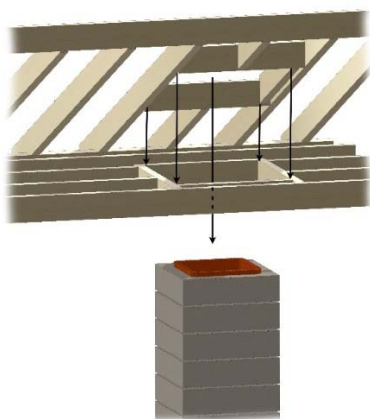

Figura 25. Penetración en el techo
C. Mida hacia todos los lados del clavo y marque la abertura requerida, y luego haga un agujero en el techo. Recuerde que el agujero se mide en la horizontal, y luego se proyecta hacia el techo. El agujero puede ser entonces más grande, dependiendo de la inclinación del techo. Véase la figura 25.